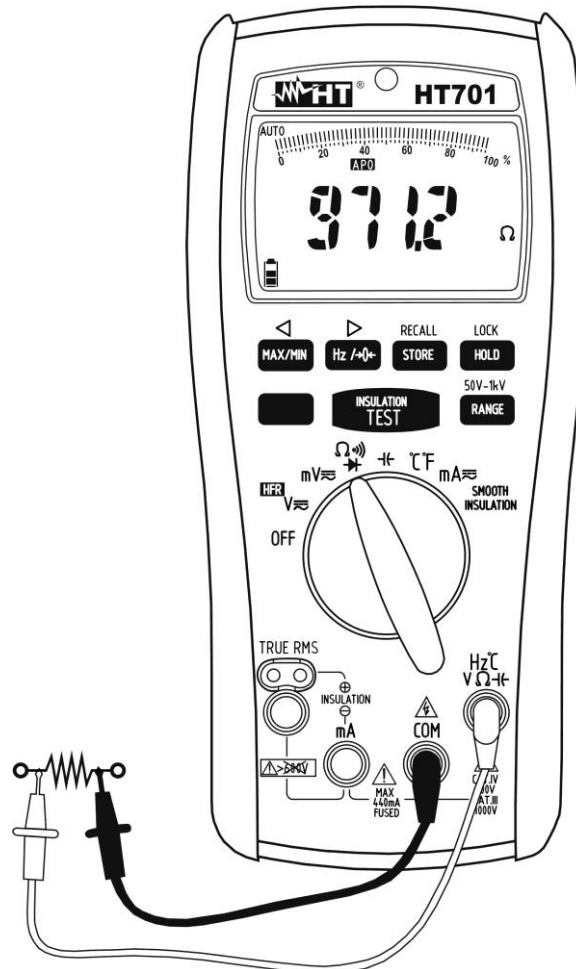

Abb. 6: Verwendung des Gerätes für Widerstandsmessung und Durchgangsprüfung
3. Verbinden Sie die rote Messleitung mit der **Hz°CvΩ** Eingangsbuchse, und die schwarze Messleitung mit der **COM** Eingangsbuchse (siehe Abb. 6)